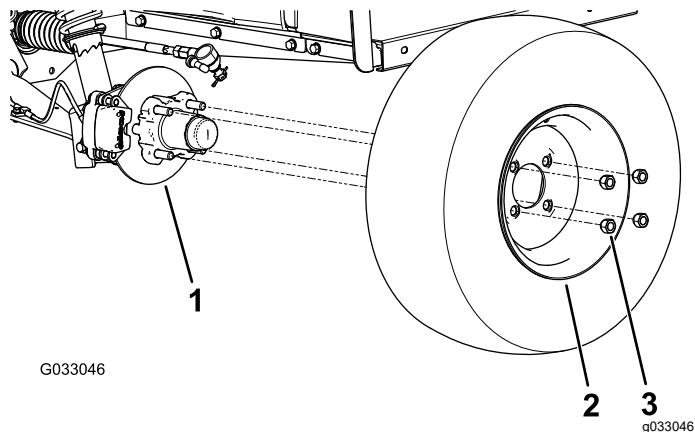

图 28
2. 卸下将车轮固定到轮毂上的4个车轮螺母图28。
- 将车轮中的孔与轮毂中的螺栓对齐并将车轮安装到轮毂上阀杆向外图 28。
- 使用车轮螺母将车轮固定到轮毂上图 28。